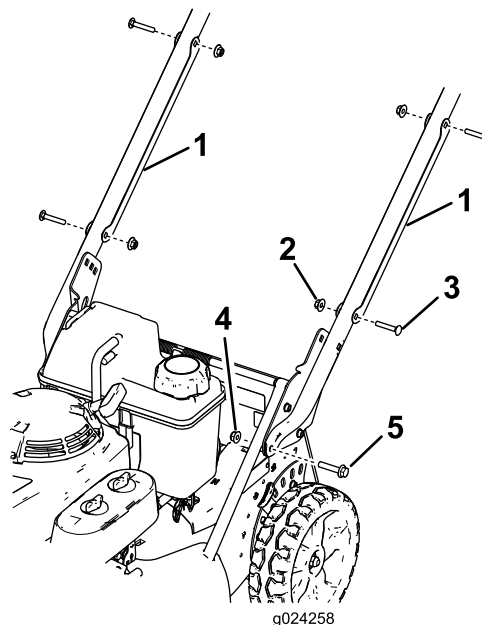

Figure 3
1. Déposez les protège-câbles du guidon (Figure 3) en retirant les 2 boulons de carrosserie et les 2 contre-écrous qui les fixent au guidon.
2. Fixez les extrémités du guidon au carter de la tondeuse au moyen de 2 boulons à tête-embase hexagonale (5/16 x 1½ po) et de 2 écrous à embase (5/16 po), comme montré à la Figure 3.
6. Positionnez chaque protège-câble sur le guidon en recouvrant le(s) câble(s), et fixez-le solidement au guidon au moyen des 2 boulons de carrosserie et des 2 contre-écrous retirés précédemment (Figure 3).